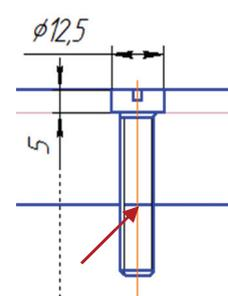

Рис. 5.12
• Переместить винт из библиотеки на среднюю ось на главном виде сборочного чертежа и установить, как показано на рис. 5.12.
• Удалить часть горизонтальной прямой, пересекающей контур винта (показано стрелкой на рис. 5.12).